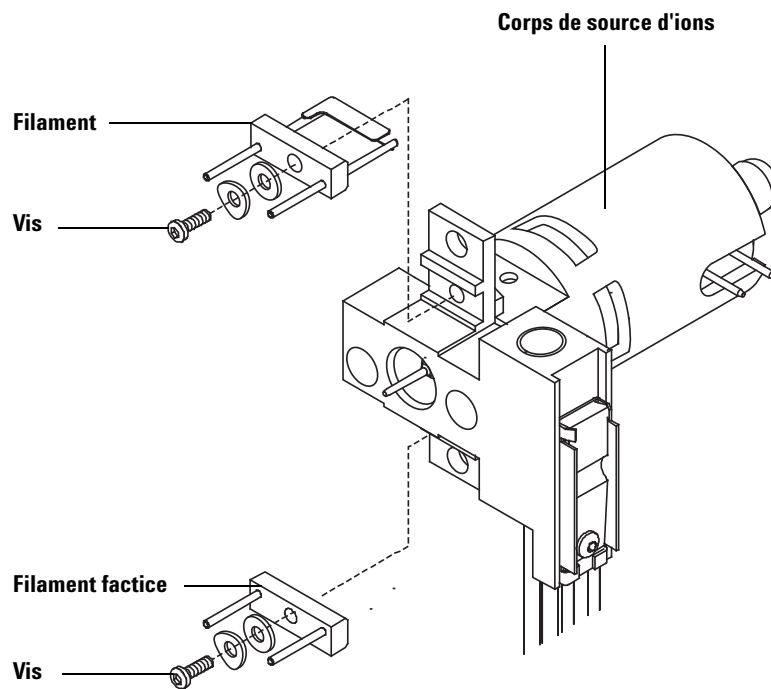

Figure 42 Changement du filament CI
- 4 Installer les vis moletées (Figure 42).